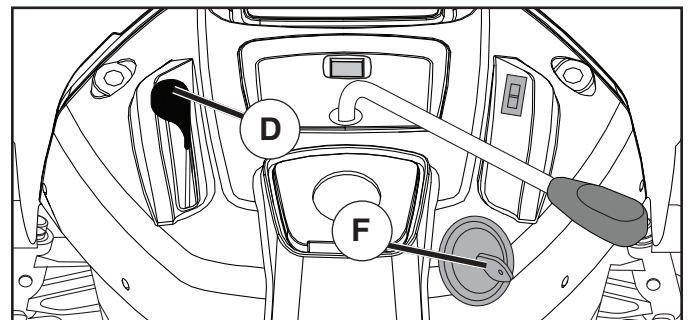

Fig. 10
POUR UTILISER LA COMMANDE DES GAZ (D) (Voir la Fig. 10)